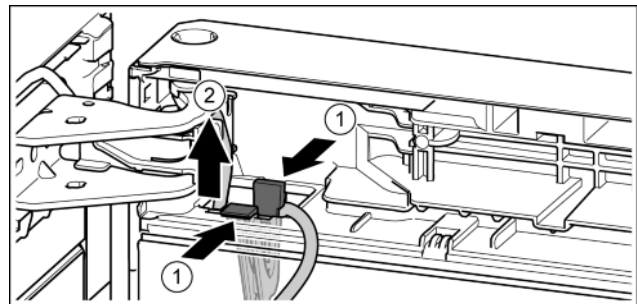

Fig. 22
- ▶ Appuyer sur la languette. Fig. 22 (1)
- ▶ Sortir le support de câble avec le câble attaché. Fig. 22 (2)